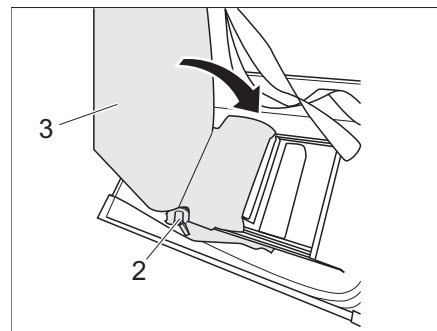

Fig. 226 Ranger le dossier dans la banquette
- Actionner le levier 1 (Fig. 226,2) et rabattre le dossier (Fig. 226,3) vers l'intérieur.